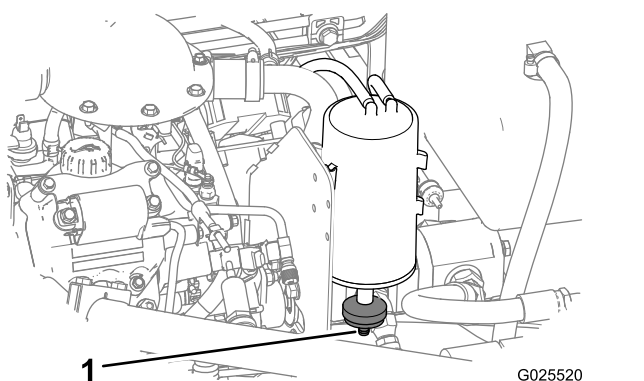

Figure 47
1. Localisez le filtre à air au bas de la cartouche à charbon actif (Figure 47).